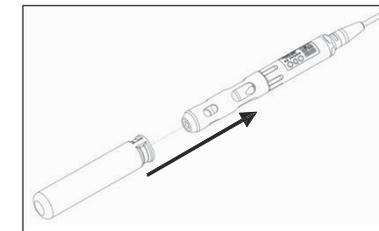

图 5
5. 将灰色的校准/储存套套在测量杯上使探头处于用于校准或储存的潮湿环境中(图5)。使传感器始终保持在潮湿的环境中从而使传感器盖膜不会干透是非常重要的。(更多详情请见维护和储存部分)